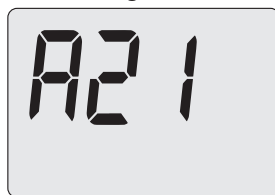

Figura 5.13
- Premere il tasto 13 fino a far apparire sul display LCD codice **A21**, indicante l'entrata nel "parametro A21" (Figura 5.13).
- Premendo il tasto 12 o 13 (Figura 5.10) si ottiene la conferma del valore inserito e si ritorna alla lista parametri (Figura 5.13).